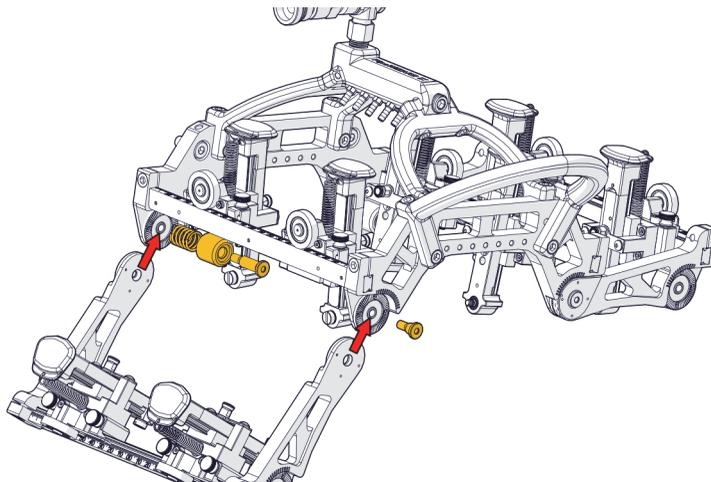

Figure 1-49 Positionnement de la section du module de sondes
2. Positionnez et alignez la section du module de sondes (Figure 1-49 à la page 64).